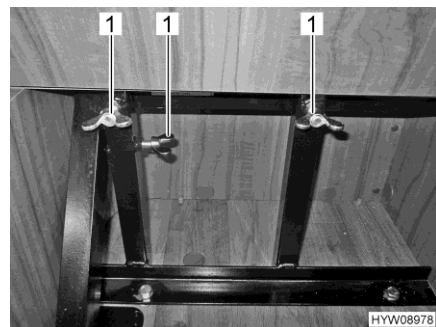

Fig. 26 Retener el asiento de enchufe con tuercas de mariposa
- Retener el asiento de enchufe con tuercas de mariposa (Fig. 26,1).